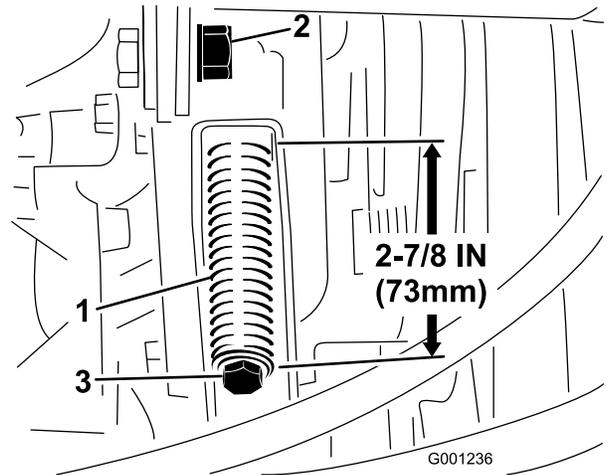

Figura 65
3. Afloje la contratuerca de la varilla tensora (Figura 65).
4. Utilice una llave de 1/2" para apretar o aflojar el muelle tensor de la correa (Figura 65). Ajuste el muelle a una longitud de 73 mm.
4. Utilizando una llave de 1/2", afloje completamente el muelle tensor de la correa (Figura 65).
6. Instale la nueva correa de la TDF y tense el muelle de la polea hasta que tenga una longitud de 73 mm (Figura 65).
7. Apriete la contratuerca (Figura 65) y cierre el capó.